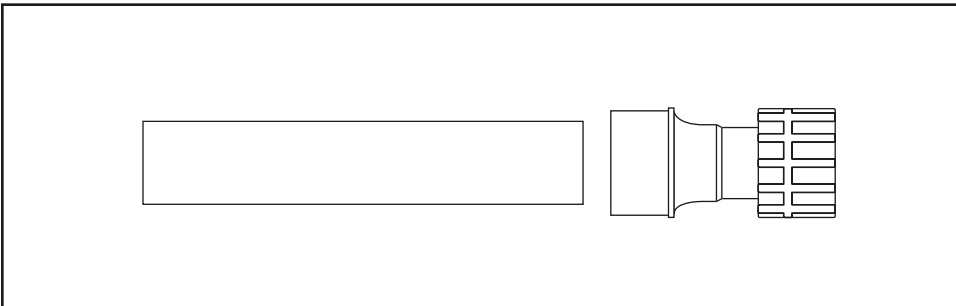

Abbildung 1: Verbinden des PVC-Rohrs mit dem Steckverbinder
6. Sorgen Sie dafür, dass an das Ende der Zuleitung ein 25 mm Zoll-Verbindungsstück mit Außengewinde (D) (nicht im Lieferumfang enthalten) angebracht ist.
7. Schließen Sie mithilfe des Verbindungsstücks das Verteilersystem (E) an die Hauptzuleitung an.
8. Überprüfen Sie die von jedem Ventil abgehenden Verbindungen zum Verteiler (F).
9. Wählen Sie die entsprechenden Zwischenstücke für Ihr Bewässerungssystem aus und verbinden Sie sie mit dem Gewindeende des Ventils (G):
- die 19 mm-Zoll –Steckverbindung aus PVC wird als Buchse für ein 19 mm Zoll-Rohr aus PVC verwendet. [Siehe Abbildung 1]